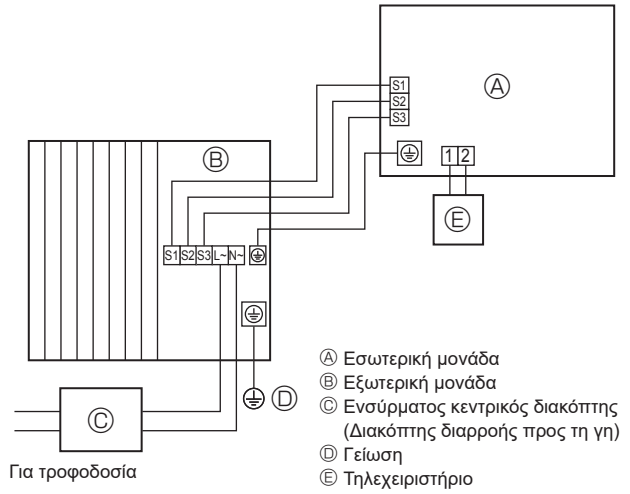
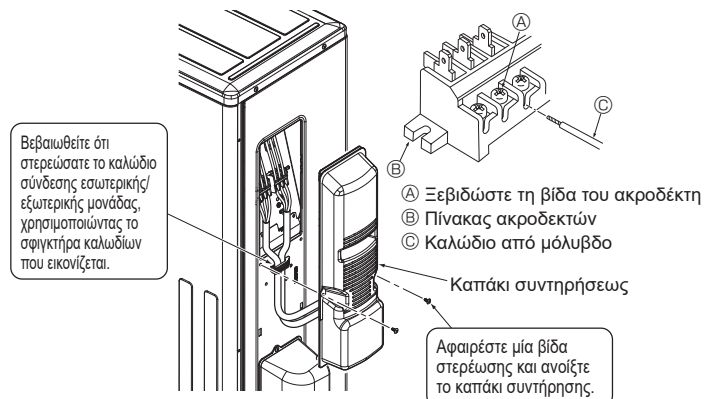

Fig. 6-1
Fig. 6-3
### 6.1. Εξωτερική μονάδα (Fig. 6-1, Fig. 6-2, Fig. 6-3)
- 2 Συνδέστε τα καλώδια σύμφωνα με τις Fig. 6-1, Fig. 6-2 και την Fig. 6-3.